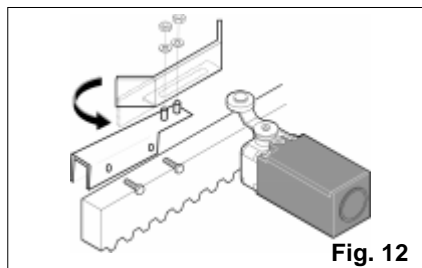

Fig. 12
L'operatore è dotato di un finecorsa meccanico a levetta con rullino, che comanda l'arresto del moto del cancello nel momento in cui un lamierino sagomato, fissato sulla parte superiore della cremagliera, aziona la levetta fino all'intervento del microinterruttore (fig.12).
Nota bene: I lamierini sono predisposti per un eventuale fissaggio tramite un supporto ad U e viti (fig.12). Calzare e fissare il supporto ad U sulla cremagliera. Montare e fissare il lamierino sul supporto con dadi e rondelle in dotazione.
- a) Il lamierino deve attivare il finecorsa sulla parte sagomata come da fig.12.
- b) Per evitare che il lamierino possa superare il finecorsa (frenata lunga) è consigliabile raddrizzare la parte sagomata finale come da fig.12.